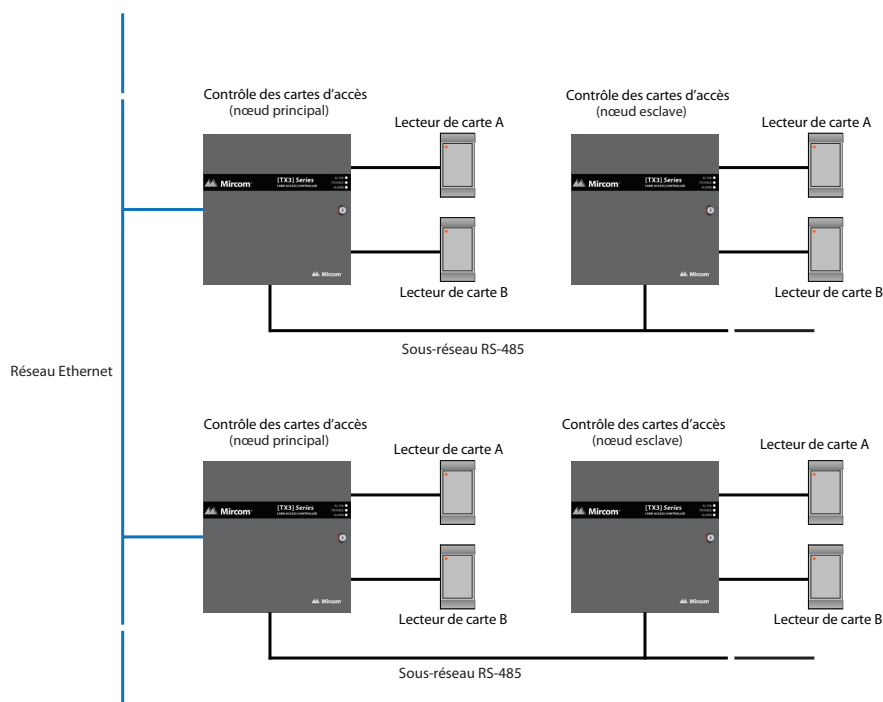

Figure 4. Système d'accès par cartes utilisant un réseau Ethernet et des réseaux RS-485
- Figure 4. Système d'accès par cartes utilisant un réseau Ethernet et
La figure 4 montre un système d'accès par carte utilisant un réseau Ethernet TCP/IP avec des sous-réseaux RS-485. Les contrôles de cartes d'accès connectés au sous-réseau RS-485 d'un nœud principal sont des nœuds esclaves au nœud principal. Chaque sous-réseau RS-485 peut accueillir jusqu'à 63 contrôleurs; vous pouvez toujours avoir plus de 63 nœuds principaux reliés au réseau Ethernet.